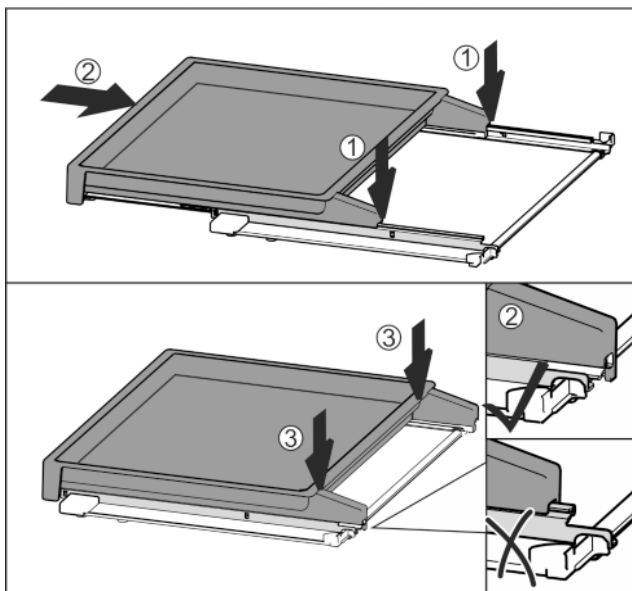

Fig. 38
- ▶ Așezați centrat pe șine Fig. 38 (1).
- ▶ Împingeți complet raftul extractibil în interior Fig. 38 (2).
- ▶ Apăsăți pe partea din spate, până când acesta se cuplează cu un zgomot specific Fig. 38 (3).